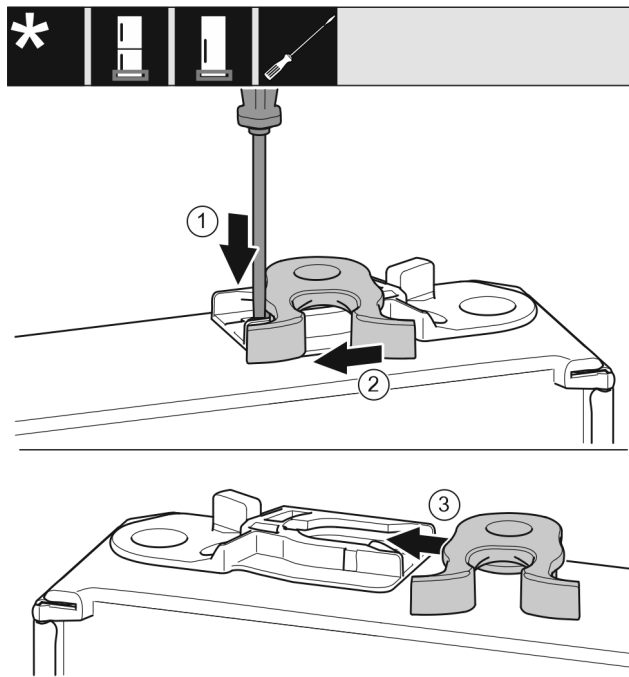

Fig. 51 \*
- Spingere verso il basso la linguetta Fig. 51 (1) con il cacciavite a intaglio.\*
- Estrarre il gancio di chiusura Fig. 51 (2) dalla guida.\*
- Spostare il gancio di chiusura Fig. 51 (3) sull'altro lato nella guida.\*